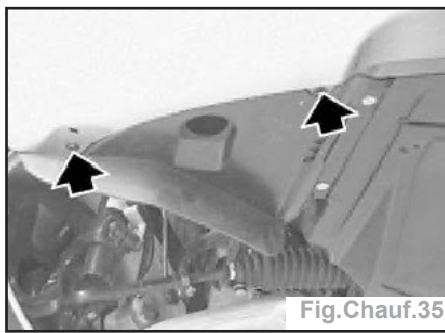

Fig. Chauff.35
- Déposer les vis (Fig. Chauff.35).